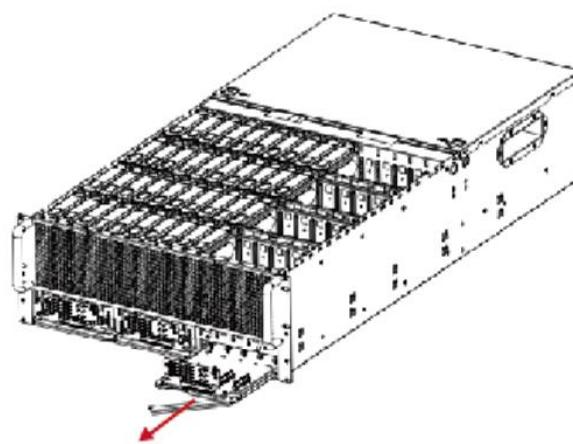

Рисунок 88 - Удалить модуль объединительной платы НМД
- 2) Установить крышку со светодиодной передней панелью в корпус модуля хранения и затянуть обе стороны (см. Рисунок 88).